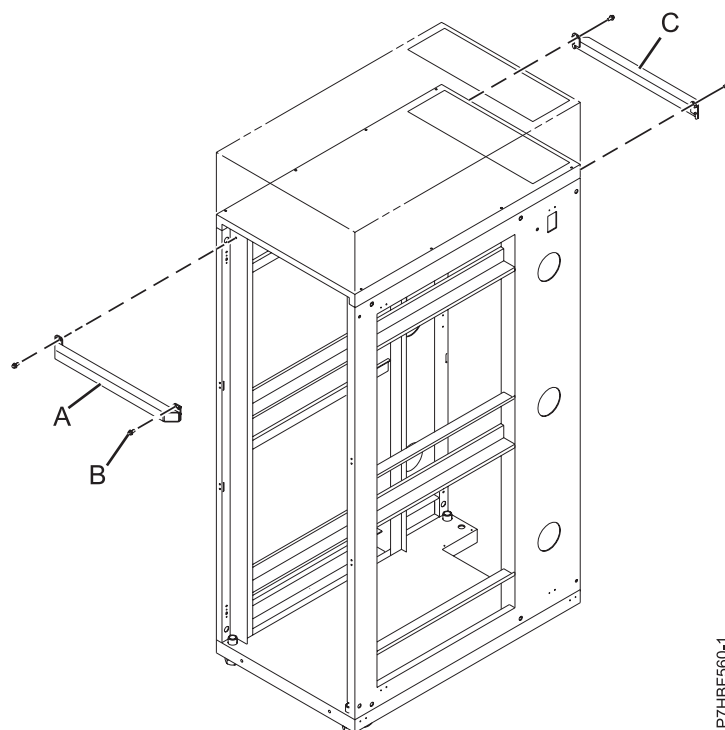

Figura 34. Fixació de l'abraçadora posterior
5. Col·loqueu les abraçadores del bastidor frontal (A) i posterior (C) facilitades dins la capsa enviada. Lligueu cada abraçadora del bastidor a la part superior de la part frontal i posterior del bastidor, just sota la coberta superior.
6. Feu servir els quatre cargols (B) que heu extret de la coberta superior per fixar cada abraçadora del bastidor al bastidor, tal com es mostra a la Figura 34 a la pàgina 38.